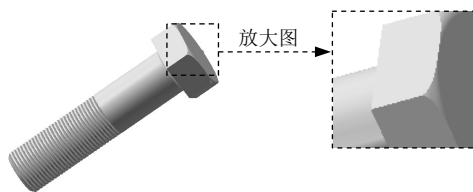
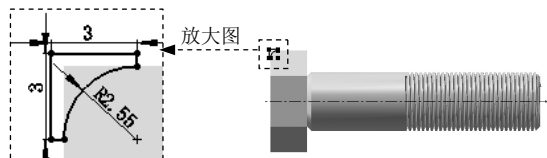

图 6.12.15 切除-旋转 1
图 6.12.16 横断面草图
Step9. 创建如图 6.12.15 所示的零件基础特征——切除-旋转 1。
(1) 选择命令。选择下拉菜单 **插入(I)** → **切除(C)** → **旋转(R)...** 命令（或单击“特征”工具栏中的  按钮）。
(2) 定义特征的横断面草图。选取右视基准面作为草图基准面，在草图绘制环境中绘制如图 6.12.16 所示的横断面草图。
(3) 选择下拉菜单 **插入(I)** → **退出草图** 命令，系统弹出“切除-旋转”对话框。
(4) 定义“切除-旋转”类型。在“切除-旋转”对话框 **方向1(1)** 区域  后的下拉列表中选择 **给定深度** 选项。
(5) 定义旋转轴。选择下拉菜单 **视图(V)** → **隐藏/显示(H)** → **临时轴(A)** 命令（即显示临时轴），然后在图形区选择临时轴作为旋转轴。
(6) 定义旋转角度。在“切除-旋转”对话框 **方向1(1)** 区域的  文本框中输入数值 360.00。
(7) 单击  按钮，完成切除-旋转 1 的创建。